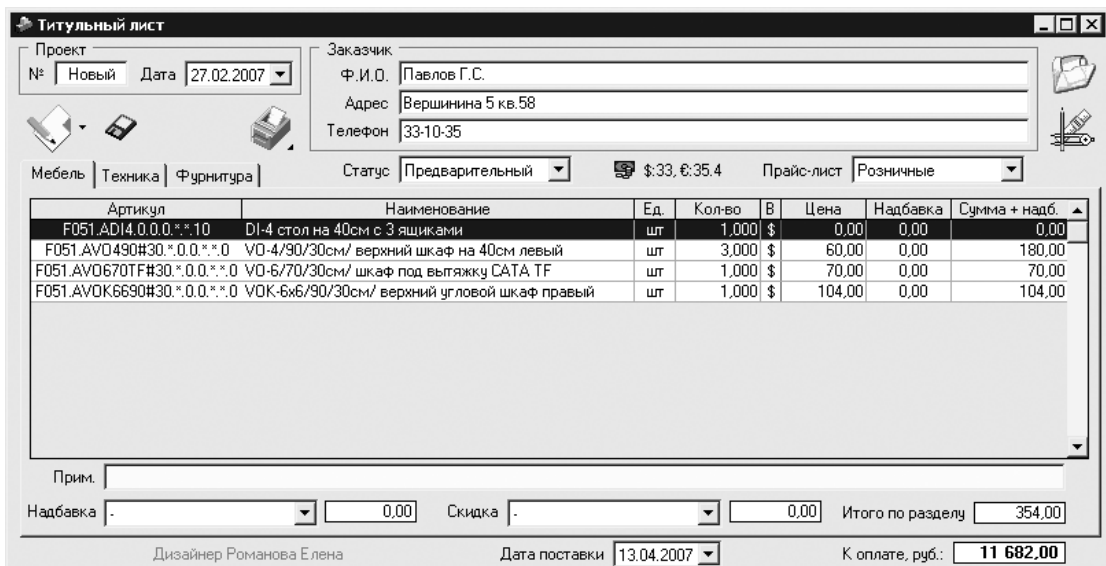

Рис. 8.18
- ◆ Закрыть окно Моделирование сцены, нажав закрывающий значок в правом верхнем углу окна программы — откроется видоизмененное окно Титульный лист с автоматически заполненными полями. В данном окне содержится вся информация о проекте и заказчике, а также сумма к оплате и дата поставки. Основную часть окна занимает спецификация проекта, распределенная на трех вкладках: Мебель, Техника и Фурнитура (рис. 8.18).